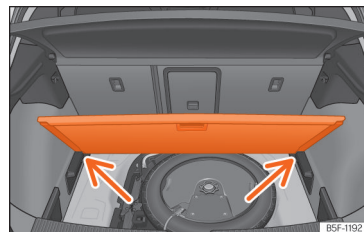

Fig. 186 Podeaua mobilă a portbagajului: poziție înclinată.
• Așezați podeaua în punctele destinate »» fig. 186 [săgeți].